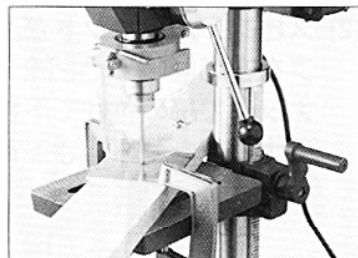

図14-2
- (2) テーブルの上に木板を置くことで、ドリル刃が付き抜けても、欠けたり傷がつくのを防ぎます。木板は柱の左側に接触するように置いてください。図14-2